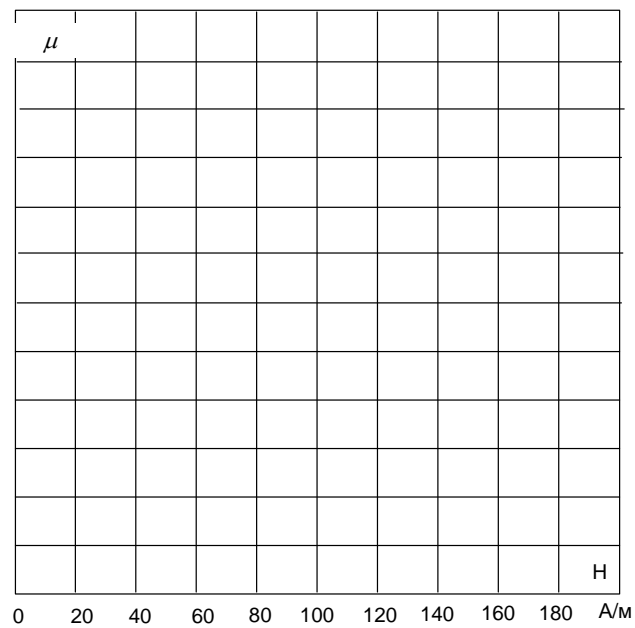

Рис. 5.4.
- На рис. 5.4. постройте график  $\mu(H)$ , относя каждое вычисленное значение  $\mu$  к среднему значению напряжённости: